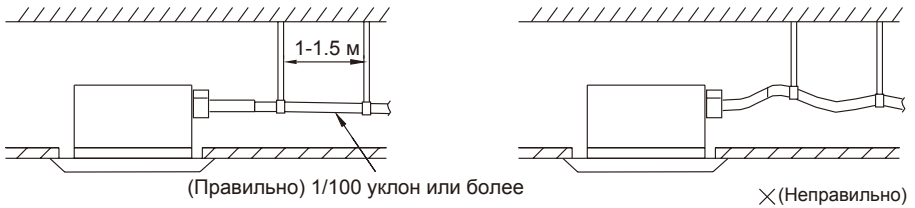

Рис.9
- (1) Диаметр дренажной трубы должен быть больше или равен диаметру соединительной трубы (виниловая трубка, размер: 25 мм (наружный диаметр)) ( AFP-(85~200)XD(S,M)/B-T ).
- (2) Прокладывайте дренажную трубу по кратчайшему пути с понижением, избегая петель, с уклоном как минимум 1/100, с целью предотвращения образования воздушных пузырей ( Рис. 9)
- (3) Если дренажный шланг не удается должным образом согнуть, добавляйте трубки подъема дренажа.
- (4) Для недопущения провисания дренажного шланга, размещайте крюки его подвески на расстоянии 1-1.5 (Рис. 9)